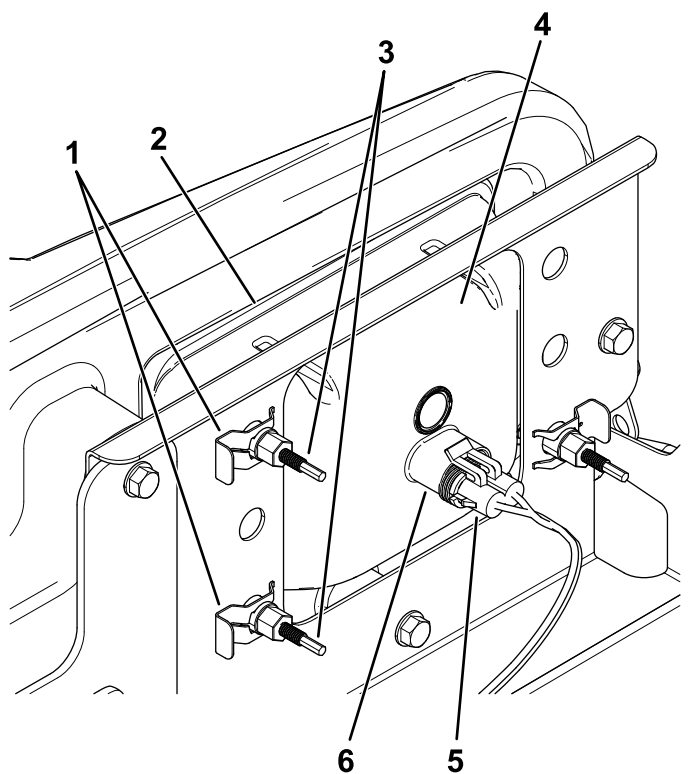

Figure 47
3. Débranchez le connecteur électrique sur le faisceau du connecteur du phare (Figure 47).
- Retirez les clips rapides qui fixent le phare sur son support (Figure 47).
- Déposez le phare en le poussant vers l'avant et hors de l'ouverture dans le pare-chocs avant (Figure 47).
- Insérez le phare de rechange dans l'ouverture du pare-chocs (Figure 47).
- Branchez le connecteur électrique du faisceau sur le connecteur du phare (Figure 47).
- Au dos du phare, tournez les vis de réglage (Figure 47) afin de faire pivoter le phare et d'aligner la position du faisceau projeté.